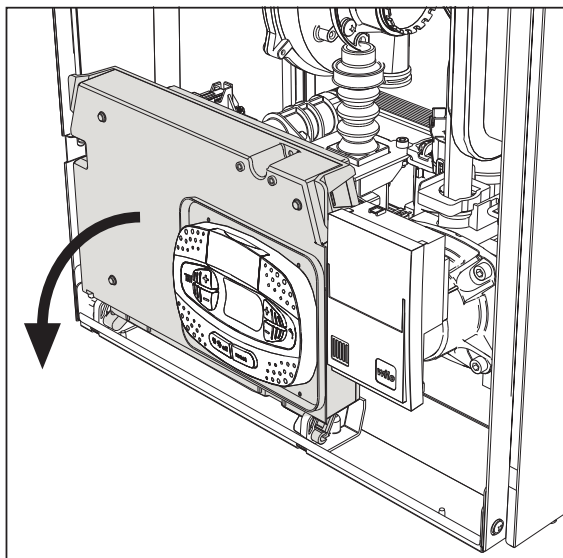
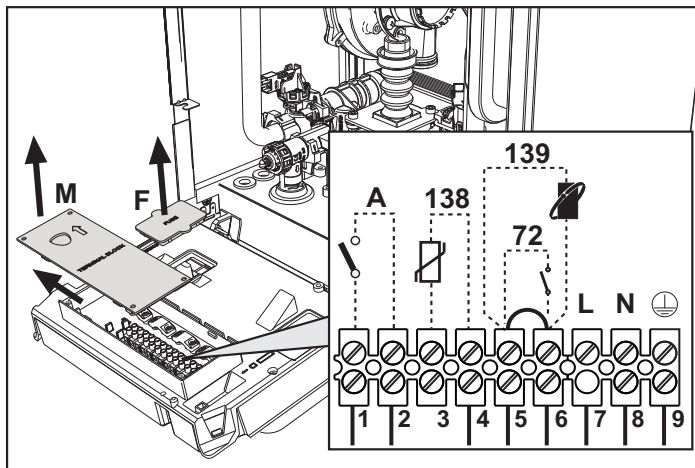

fig. 19
fig. 20
Dopo aver tolto il pannello frontale ( \*\*\* 'Apertura del pannello frontale' on page 33 \*\*\* ) è possibile accedere alla morsettiera (M) e al fusibile (F) seguendo le indicazioni descritte di seguito (fig. 19 e fig. 20). **I morsetti indicati nella fig. 20 devono essere a contatti puliti (non 230V).** La disposizione dei morsetti per i diversi allacciamenti è riportata anche nello schema elettrico alla fig. 62.